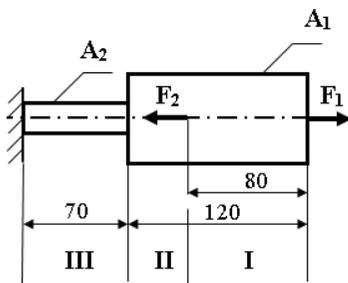

Рисунок 13
2.1.1 Разбиваем брус на участки (I, II, III). Границами участков являются переходные по размерам поперечные сечения бруса и сечения, в которых приложена внешняя нагрузка — сосредоточенные силы \vec{F}_1 , \vec{F}_2 . Разбивка бруса на участки ведётся со свободного конца бруса, чтобы не определять величины реакций в заделке. Продольные силы рассматриваются с учётом независимости их действия (рисунок 13).